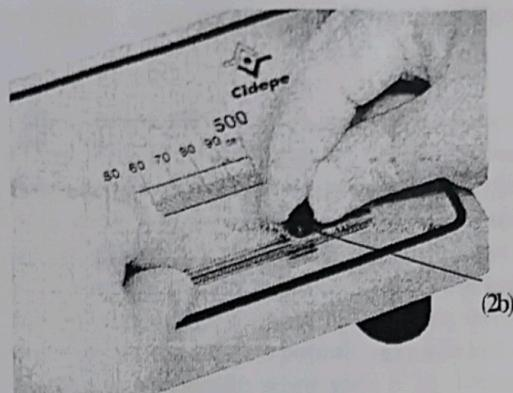

Figura 4
• Passe a extremidade do corpo de prova pelo guia de saída (2b), ultrapassando-o - Figura 4.